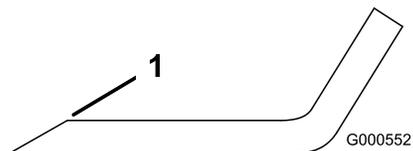

Figura 60
1. Utilice una lima para afilar el filo de corte en ambos extremos de la cuchilla (Figura 60).
Nota: Si la cuchilla no está equilibrada, rebaje algo el metal en la parte de la vela solamente con una lima (Figura 60).